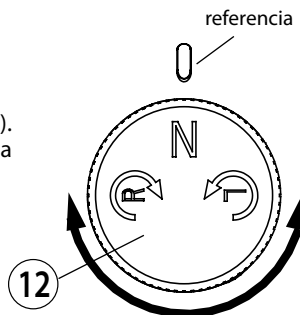

FIG. 4
3.4) Configuración del sentido de rotación (Ref. a Fig. 4)